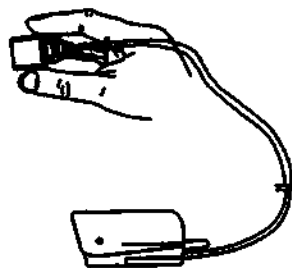

Рисунок 9.12
- Подключите разъем датчика к монитору (рис. 9.12) или используйте удлиняющий кабель. В случае использования удлиняющего кабеля один его разъем подключается к монитору, а другой — к датчику.